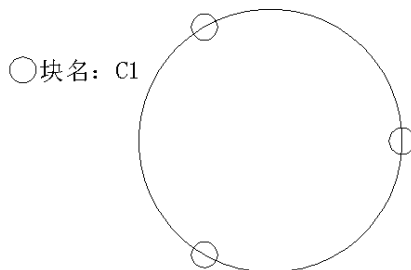

图 3-11 分割对象
1) 分割对象: 利用定数等分 (Divide) 命令 , 沿着直线或圆周方向均匀间隔一段距离排列点的实体或块。以圆为对象, 用块名为 C1 的 \bigcirc , 分割为三等分, 如图 3-11: